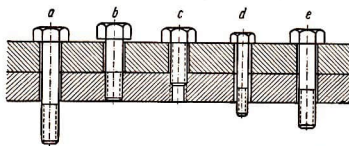

Bild 8
8. Beurteile die in Bild 8 gezeigten Schrauben!